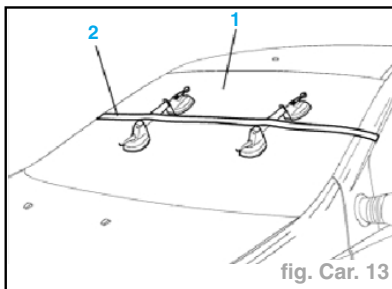

fig. Car. 13
- A l'aide d'un deuxième opérateur, remettre en place le pare-brise aussitôt après l'application du mastic et ajuster sa position (1) (fig. Car. 13).
- A l'aide d'un deuxième opérateur, remettre en place la lunette AR (**1**) aussitôt après l'application du mastic. Mettre en place la courroie (**2**) et régler sa tension de façon à exercer une pression uniforme sur toute la lunette AR, afin de garantir l'assemblage correct entre la glace, le mastic et la baie de la lunette AR (fig. Car. 13).